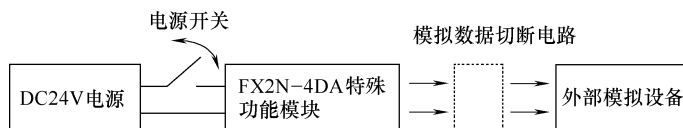

图 6-55 采取预防性措施示意图
6) 打开或关闭模拟信号的 DC24V 电源后，模拟输出将起伏大约 1s。这是由于 MPU 电源的延时或起动时的电压差异造成的。因此，应采取预防性措施如图 6-55 所示，以避免输出的波动影响外部单元。